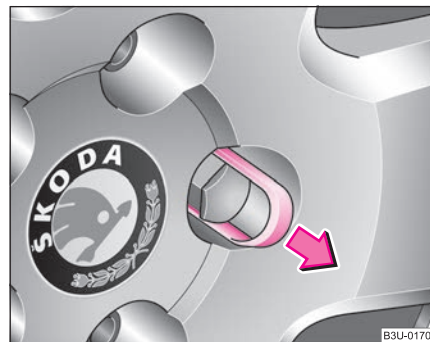

Fig. 193 Înlocuirea roții: Scoaterea capacelor
- Trageți capacul cu **brida din material plastic** ⇒ fig. 193.